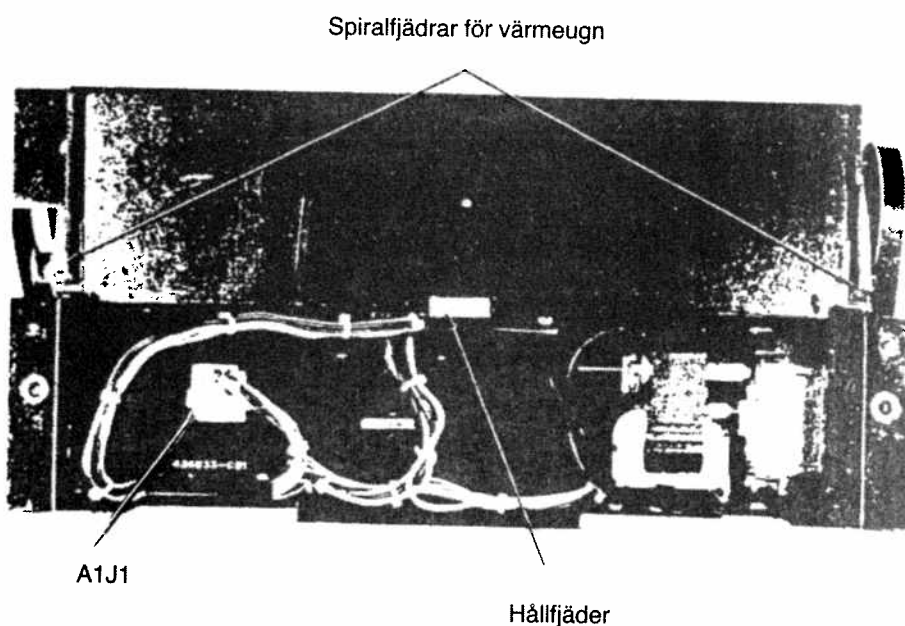

Bild 3. Processorenhet, baksida
- Lossa värmeugnens anslutningskontakt A1J1, se bild 3.
- Haka av de båda spiralfjädrarna för värmeugnen, se bild 3.